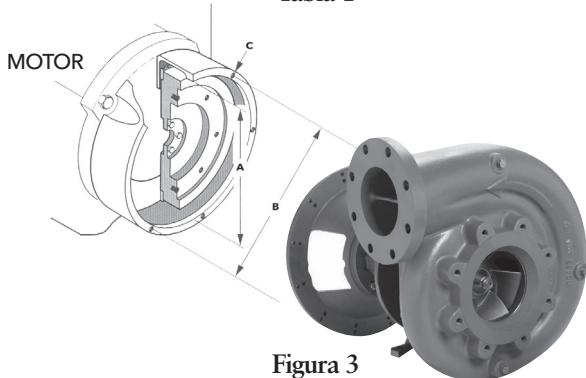

Figura 3
- La Figura 3 muestra la apariencia ahuecada de los volantes fabricados para ser utilizados en montajes de despegue propulsados con embragues de sobrecentro.
- Dichos volantes poseerán un orificio empotrado mecanizado en la superficie, y un conjunto de agujeros de colada, que serán utilizados para conectar el acoplamiento al volante. Las dimensiones se encuentran determinadas por el estándar SAE y se detallan en las Tabla 1A y 1B, Figura 3. El "tamaño del embrague" que se muestra en la tabla es el diámetro nominal del recubrimiento del embrague para Embragues de sobre-centro con anillo de accionamiento.